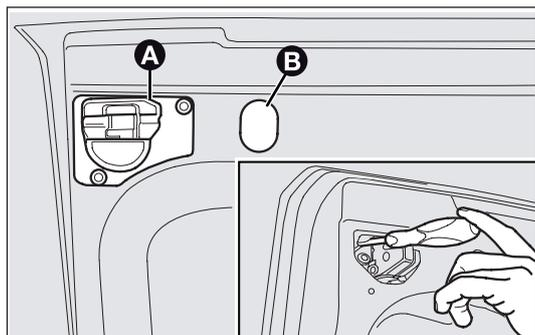

fig. 159b
- per versioni con tetto alto e porte battenti, rimuovere il riparo in plastica A-fig. 159b e il tappo in gomma B-fig. 159b montati a pressione, utilizzando un cacciavite agitare sulle alette di ritegno come illustrato in figura ed estrarre il gruppo;